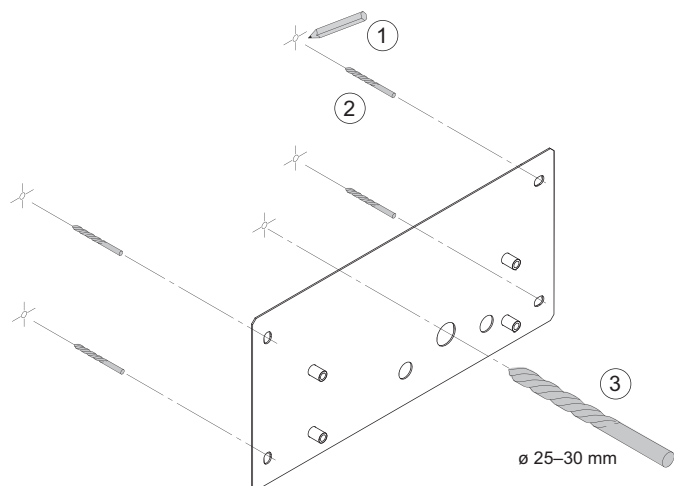

Fig. 16 Traccia ed esecuzione dei fori dal lato magazzino
1. Tracciare 5 fori sul lato magazzino – Fig. 16.